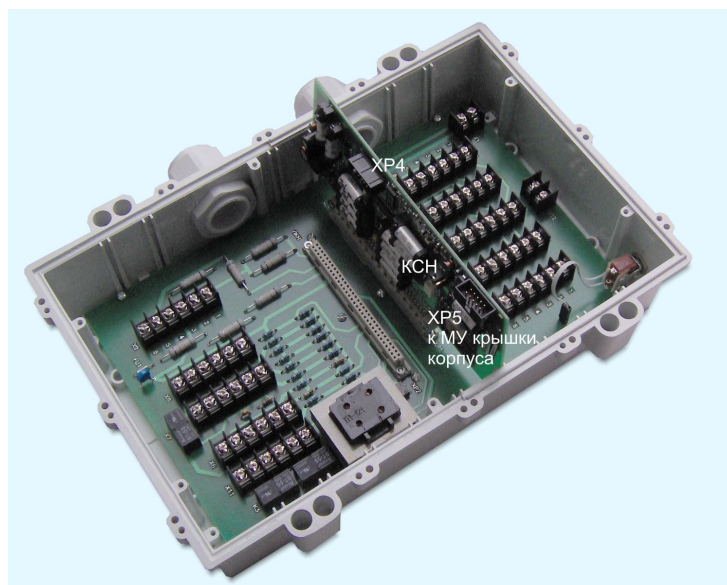

Рисунок 12 - Установка платы КСН
1) Установить контроллер КСН на коммутационную плату блока БДК-3М2, БДК-4М2 контроллер КСН (рисунок 12).